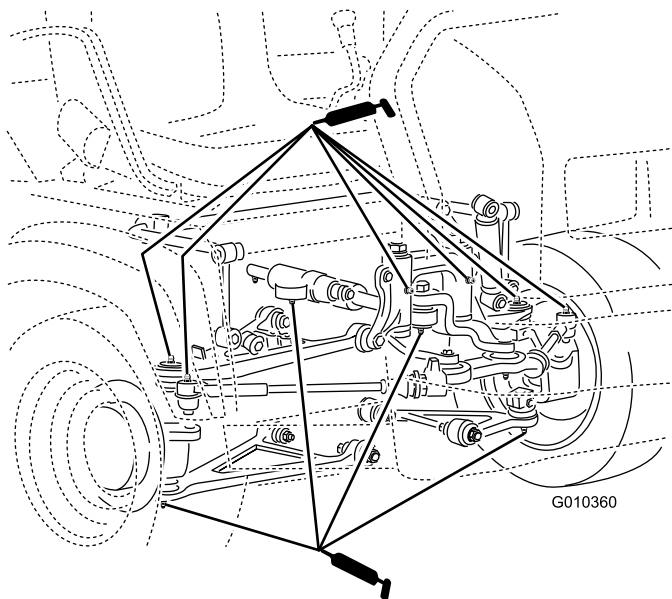

Figure 29
- **Rotules (4);** voir Figure 29
- **Biellettes de direction (2);** voir Figure 29
- **Supports de pivot (2);** voir Figure 29
- **Vérin de direction (2);** voir Figure 29